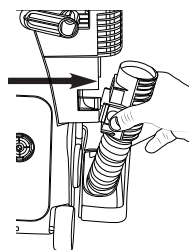

Fig. 1
4. Después de eliminar la obstrucción, reinicie el disyuntor pulsando el botón de reinicio y reanude el funcionamiento (Fig. 1).